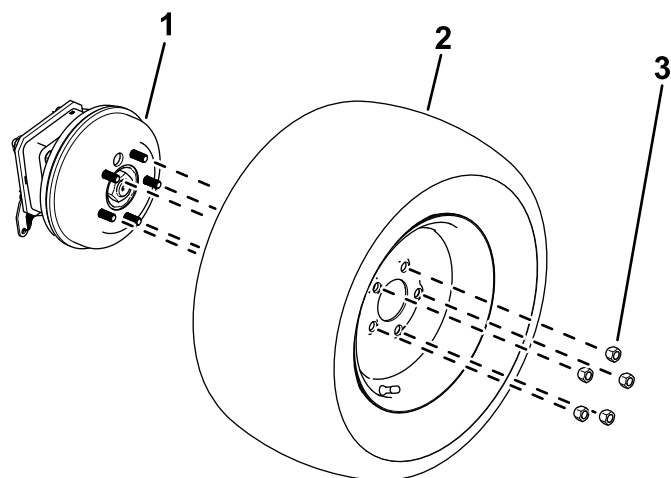

Figura 12
1. Afloje y retire las tuercas de las ruedas (Figura 12).
2. Retire las ruedas de los cubos de las ruedas (Figura 12).
1. Utilice las tuercas que retiró anteriormente para sujetar las ruedas a los cubos de las ruedas (Figura 12).